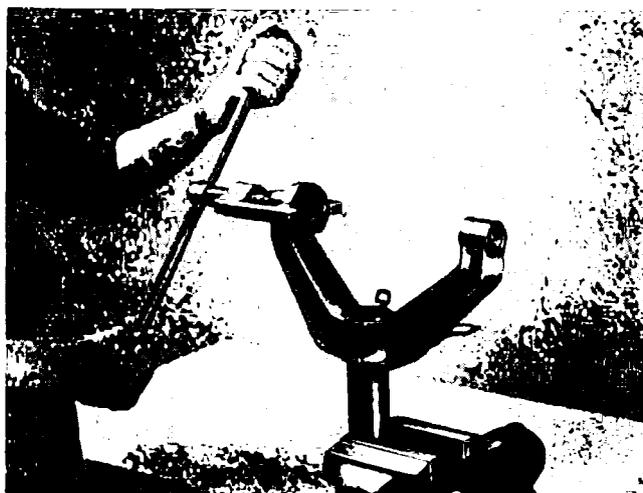

Abb. 5. Abziehvorrichtung der elastischen Buchsen Ab Oca 3012
3. Die Blattfeder wird ausgebaut, die größere Spange der Gelenkmanschette wird gelöst und die Muttern an den Haltern der Halbachsen werden abgeschraubt, worauf die Halbachsen abgenommen werden. Die elastischen Buchsen der Querlenkerarme der Halbachsen werden mit Hilfe der Abziehvorrichtung Ab Oca 3012 laut Abb. 5 herausgepreßt.